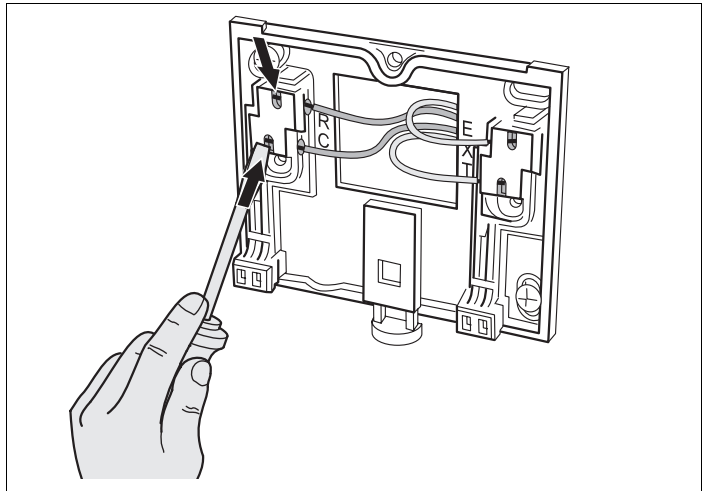

Abb. 5 Elektrische Anschlüsse deinstallieren
- Mit einem Schraubendreher in den Schlitz der Kabelklemmen drücken um die Kabel zu lösen (Abb. 5).